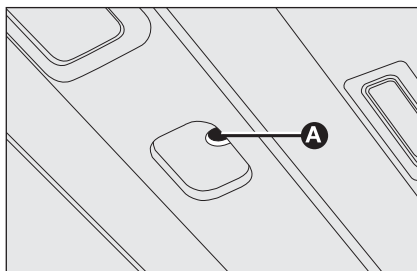

fig. 102
- ☐ l'introduire dans le logement **A**-fig. 102 et tourner :